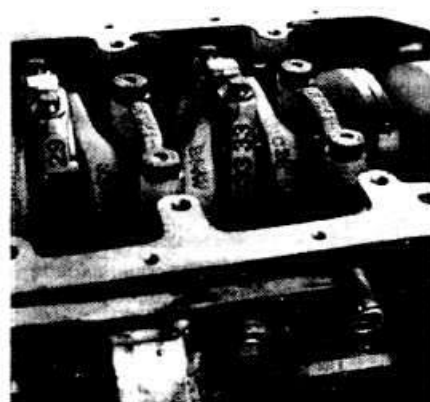

Рис. 3-50. Метки подбора шатунов по поршням
• С помощью приспособления BMW 11.2.470 установить в цилиндры поршни с шатунами, проверив метки подбора поршней по шатунам (рис. 3-50) и направляя стрелку на днище поршня в сторону привода распределительного вала (рис. 3-49).